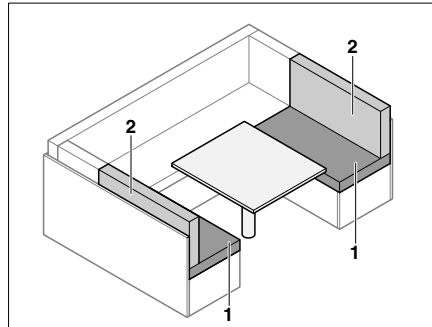

Fig. 66 Avant la transformation
- Retirer les coussins de dossier (Fig. 66,2).